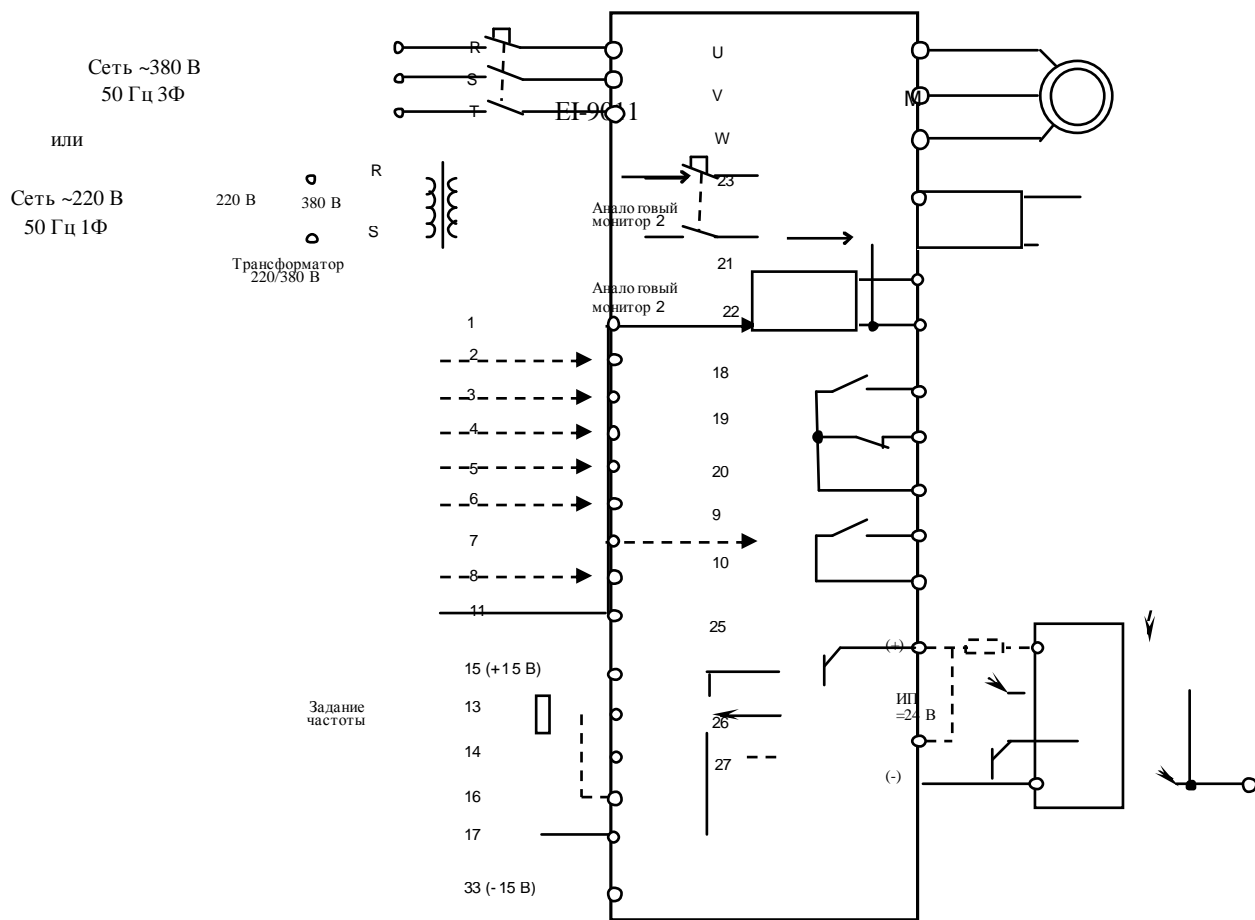

Рис. 4.27. Диагностика цепей управления преобразователя EI-9011.
4.16.1. Подключить электродвигатель к выходным клеммам U, V, W (рис. 4.27).